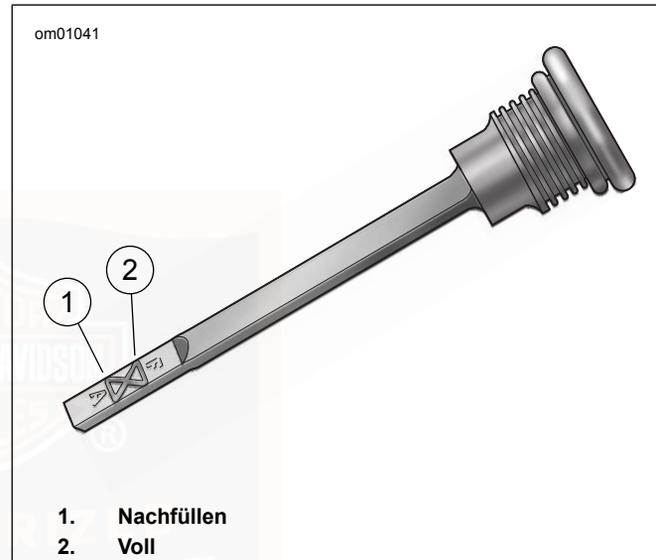

Abbildung 27. Einfüllverschlussstopfen/Ölmesstab für Getriebschmiermittelstand
3. Siehe Abbildung 27. Den Einfüllverschlussstopfen/Ölmesstab entfernen und den Ölstand auf dem Ölmesstab prüfen. Falls der Schmiermittelstand am Ölmesstab bei oder unter der Markierung ADD (nachfüllen) liegt, nur soviel Schmiermittel nachfüllen, um den Füllstand zwischen die Ölmesstab-Markierungen ADD (nachfüllen) und FULL (voll) zu bringen.